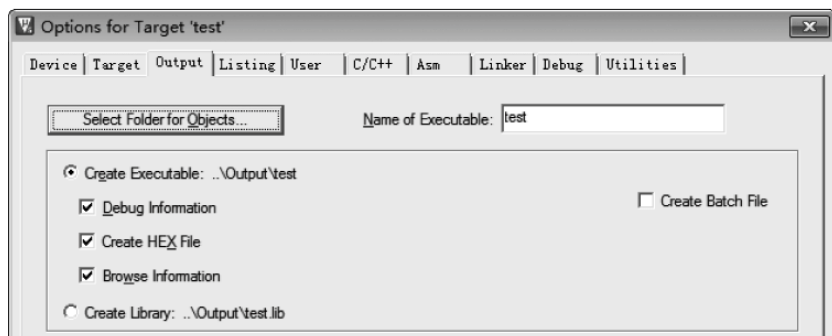

图 5.21 配置 Output
(1) 在 Target 选项卡中设置设备的晶振频率,片内、片外 ROM 区地址、大小,目标硬件的片内、片外 RAM 区地址、大小。
(2) 配置 Output 选项卡,设置编译生成的中间文件的目录,以及最终编译生成的可执行文件的名称及类型。选择工程目录下的 Output 文件夹放置编译生成的中间文件,通过 Select Folder for Objects 按钮选中这个目录。勾选 Create HEX File 这个选项,创建 HEX 文件。在 Name of Executable 中填写编译生成的可执行文件名,如图 5.21 所示。